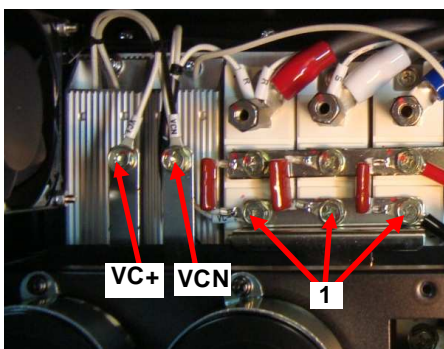

Рис. 7.17. Крепление шин ЗПТ к входным модулям и выводам разрядного резистора
7.15.4. Вкрутить на два-три оборота винты 1 (рис.7.17), предварительно надев на них свободные наконечники соответствующих снабберных конденсаторов, а также наконечник провода «VC-» на винт фазы «R», и провод черного цвета (вывод «-» кабеля платы предохранителей) к винту фазы «Т».
7.15.5. Присоединить провода «VCN» и «VC+» к выводам шины ЗПТ в верхней части (рис.7.17).